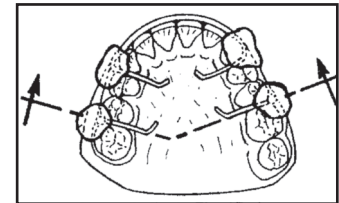

Figura 1B
3. Posicionar los alambres, etc. sobre el modelo. Fijarlos con cera para pegar sobre las áreas vestibulares que no han sido recubiertas con MRA (Figura 1B).